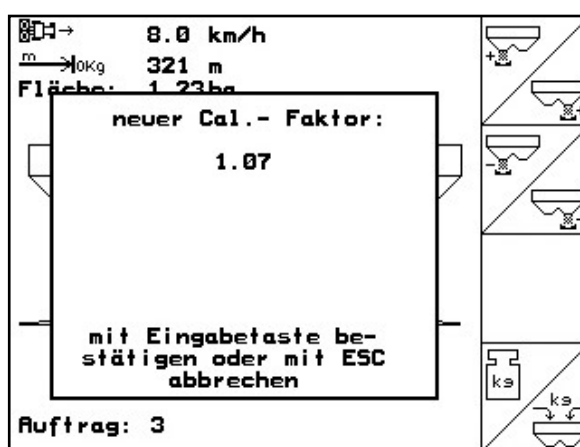

Fig. 25
- Aparece o novo fator de calibração (Fig. 25).